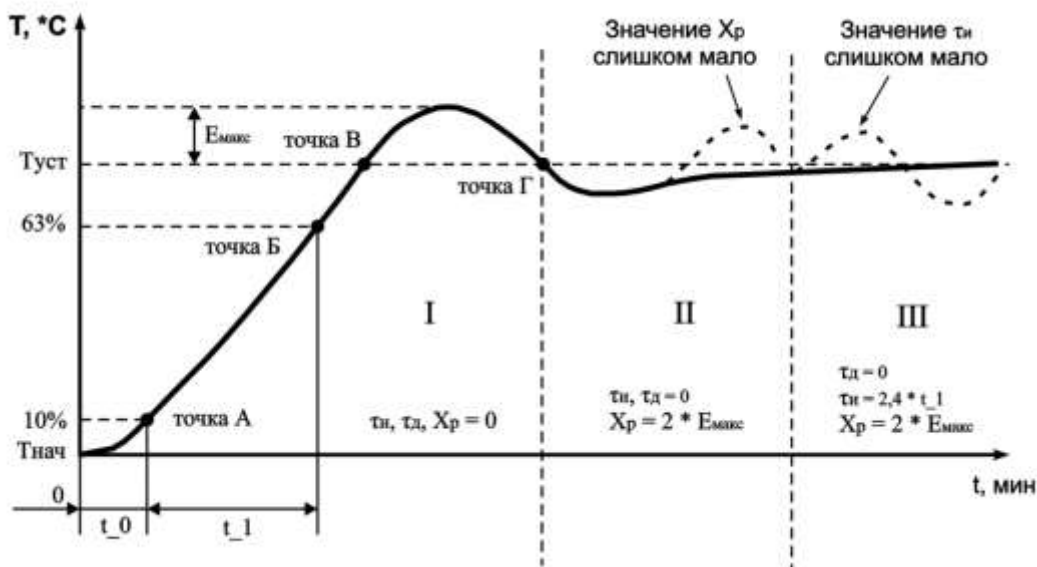

Рисунок 7.1 - Ручная настройка ПИД-регулятора
7.2.5.2.3 Установить значение параметра  $CH 1 = 3$  ( $CH 2$ ,  $CH 3$ ,  $CH 4$ ). После нажатия кнопки , на индикаторе отобразится мигающая надпись “ $P\bar{c}d$ ” с соответствующим индикатором номера настраиваемого канала в течении времени 10 сек (время может меняться в зависимости от установленного времени фильтра  $F\bar{c} 1$ ,  $F\bar{c} 2$ ,  $F\bar{c} 3$ ,  $F\bar{c} 4$ ). По окончании времени регулятор выдаст непрерывный максимальный выходной сигнал и на дисплее отобразится текущая температура с точкой в младшем разряде “xxx.”. В результате чего выходное реле нагрузки будет включено до тех пор, пока не будет достигнута величина температуры равная  $SP$  ( $T_{уст}$ ). После выключения реле нагрузки (стадия I, точка В на рисунке 7.1) некоторое время температура по инерции будет продолжать увеличиваться. Как только контролируемая температура опустится ниже  $SP$  ( $T_{уст}$ ), процесс автонастройки заканчивается (точка Г рисунок 7.1), на дисплее отображается непрерывная надпись “ $P\bar{c}d$ ”. ТР-101 вычисляет коэффициенты ПИД регулятора: полосу пропорциональности  $X_p$ , постоянную времени интегрирования  $\tau_i$ , постоянную времени дифференцирования  $\tau_d$ . После окончания автонастройки необходимо нажатием кнопки  перевести прибор в режим программирования, в котором можно посмотреть и скорректировать полученные значения коэффициентов.
7.2.6.3.6 Измерить максимальное значение перерегулирования между точками В и Г ( $E_{\text{макс}}$ , рисунок 7.1).